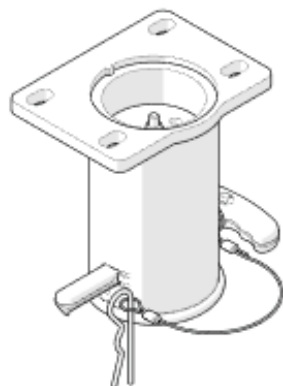

Figure 3
2. Insérer la broche à fond (ressort comprimé) (figure 3)